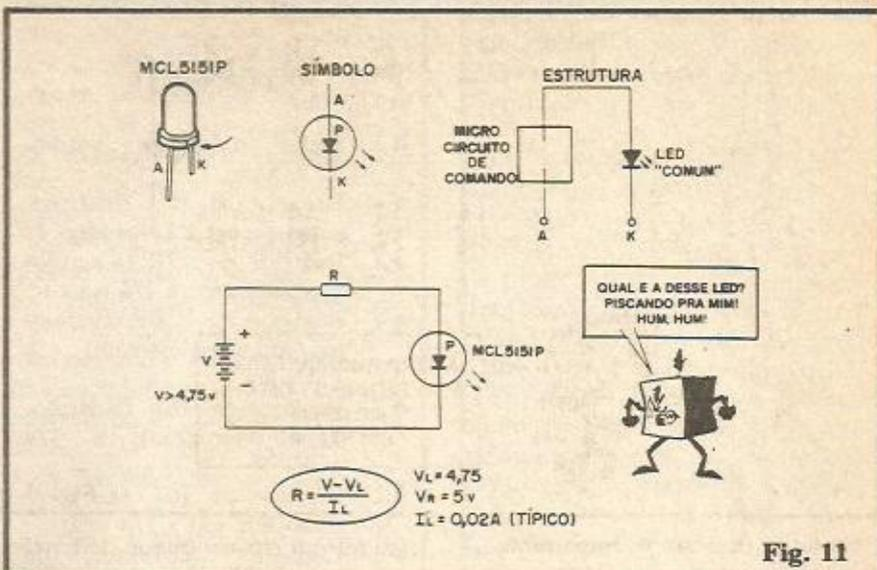

Fig. 11
- FIG. 11 - Existe no varejo de Eletrônica, um LED "diferente" que, embora na "casca" seja aparentemente igualzinho a qualquer outro, apresentam uma importante diferença: ELE "PISCA"... É isso mesmo! Uma vez energizado corretamente, em vez de ficar aceso firmemente (como é "normal" num LED comum...) ele acende e apaga automaticamente, a um ritmo aproximado de 3 lampejos por segundo (3 Hz, portanto...). A figura mostra uma série de detalhes sobre esse "vagalume" eletrônico. Sua aparência (como já foi dito) é a mesma de um LED comum, apresentando os mesmos dois terminais (anodo - A - e catodo - K), que devem ser identificados da mesma maneira como fazemos com qualquer outro LED (via comprimento das "pernas" ou chanfrinho lateral, indicado pela seta, na figura...). Quanto ao símbolo adotado por ABC nos nossos diagramas, é também parecido com o de um LED comum, porém com o desenho básico contido num círculo, que inclui a letra "P" (de "pisca"...). A sua estrutura interna inclui, além de uma junção semicondutora igual a de qualquer LED (ver início da presente "Aula"), um micro-circuito de comando, na verdade uma "chave eletrônica" controlada por um oscilador, que permite e profere, a intervalos regulares e cíclicos, a passagem da corrente para a junção semicondutora (obtendo-se, assim, o efeito de "pisca-pisca"). Sua utilização é tão fácil quanto a de um LED comum, regida pelas mesmas fórmulas matemáticas genéricas, porém devemos levar em conta que um importante parâmetro ou limite do componente é DIFERENTE, em valor, daquele apresentado por